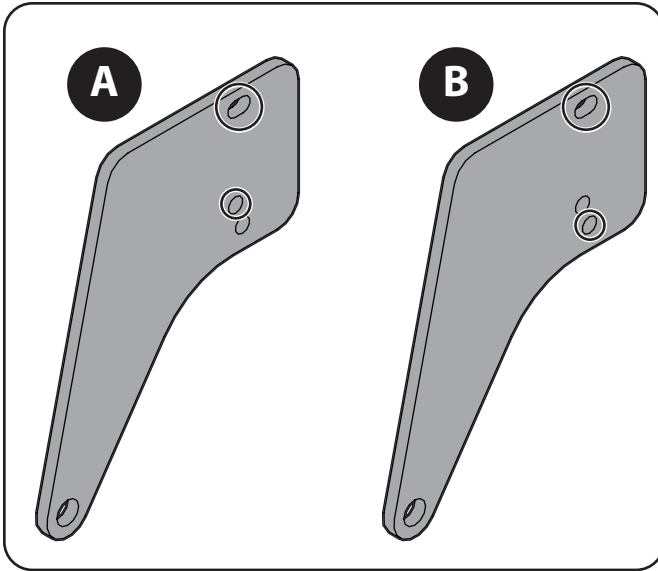
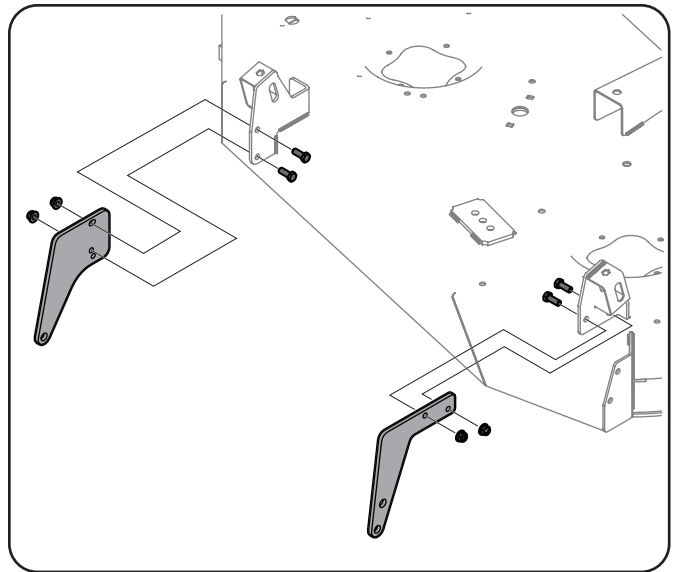

Figure 1-14
Figure 1-15
1. Use la Figure 1-14 a continuación para identificar qué orificios de montaje utilizar para montar la ménsula de rodillo del lado izquierdo (n.º 6) en la plataforma. Plataformas fabricadas - Use las ubicaciones de los orificios de montaje "A". Plataformas estampadas - Use las ubicaciones de los orificios de montaje "B"
2. Instale las ménsulas de rodillo del lado izquierdo y derecho (n.º 6 y n.º 7) en la ubicación que se indica en la Figure 1-14 de la plataforma del Tractor con dos tornillos de cabeza hexagonal (n.º 1) y dos tuercas de seguridad de 3/16 (n.º 3) por lado. Consulte la Figure 1-15.